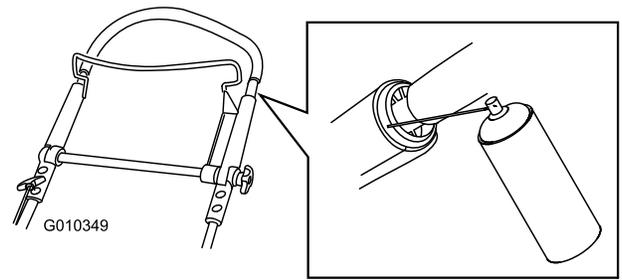

図 43
1. ハンドルの内側にあるプラスチックの端部にもスプレーする図43。